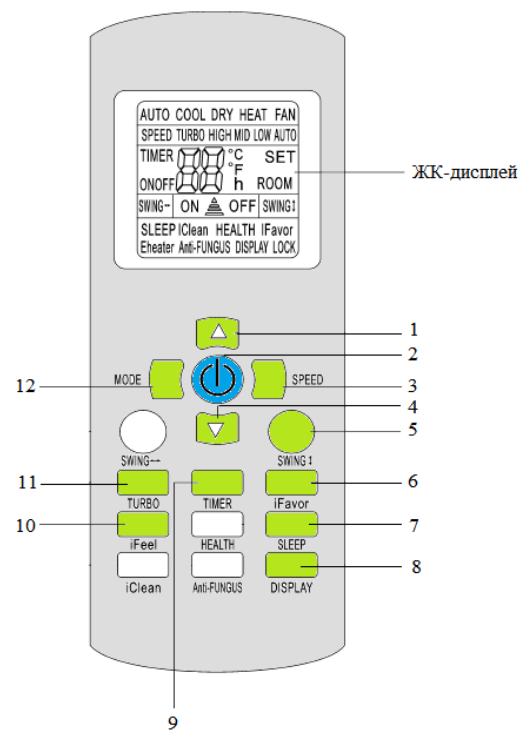

Рисунок 7.1
- **ИК- пульт управления RC-001E (YKR-P/001E)** (рис.7.1)
7.1 ИК-пульт RC-001E (YKR-P/001E)(рис.7.1)